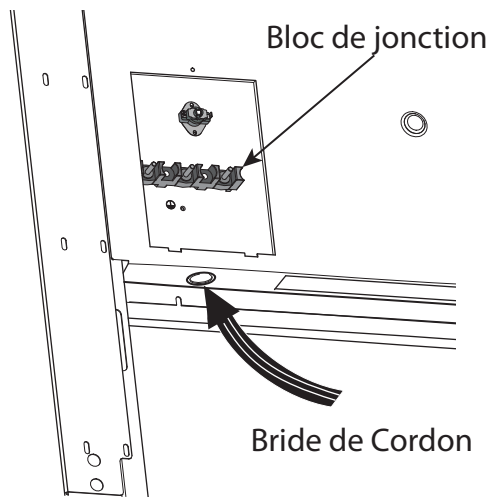

Figure 18 : Emplacement de la bride de cordon
1. Repérez le bloc de jonction à l'arrière de l'appareil et enlevez le couvercle (voir *Figure 18*).
3. Installez une bride de cordon (non fournie avec la cuisinière) dans le trou de 1 po (25,4 mm) de diamètre situé sous le bloc de jonction, dans le panneau arrière (voir *Figure 18*). Faites passer les fils par la bride de cordon.